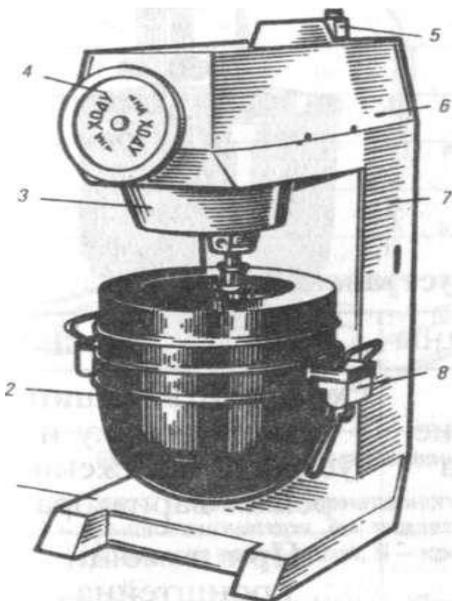

Рис. 6-8. Взбивальная машина МВ-35М
1. Взбивальная машина МВ-35М (рис.6-8) предназначена для механизации процесса взбивания различных кондитерских смесей (белковых, яично-сахарных, кремов) и жидкого теста в кондитерских цехах предприятия общественного питания.